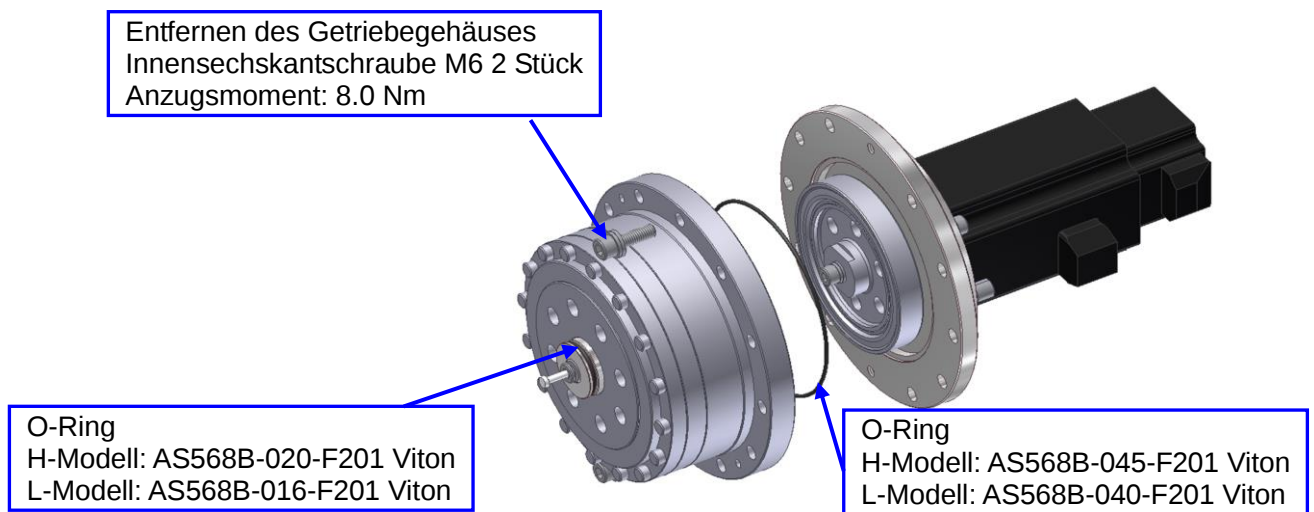

Bild 5-7 Entfernen des A-Achsengetriebes
- (9) Entfernen des Getriebes (Gehäuse). (Siehe Bild 5-7)